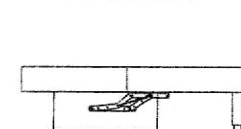

Рис. 7
- Взявшись за переднюю панель по центру снизу, и одновременно прилагая усилие на себя, переместить сиденье до касания опорами пола (Рис. 7).
- Уложить спинку на коробку повернув ее на 90° (Рис. 7)